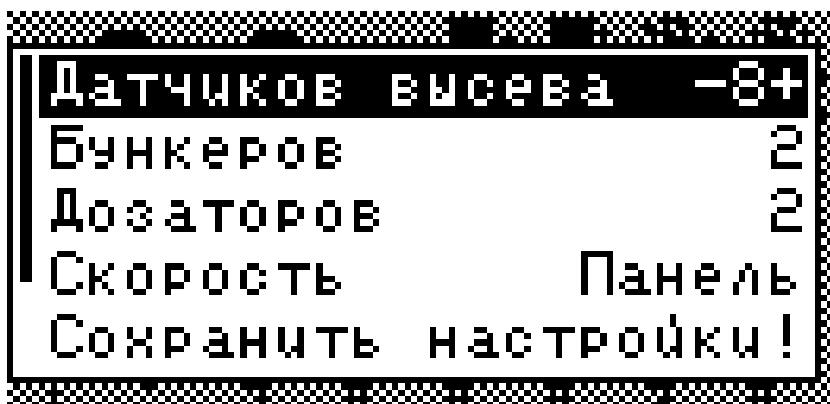

Рисунок 26 Меню "Профиль"
4.9.1.  **Профиль** - вызывает вложенное меню, позволяющее настроить состав и количество датчиков системы контроля высева. Вложенное меню содержит следующие параметры, см. «Рисунок 26»: